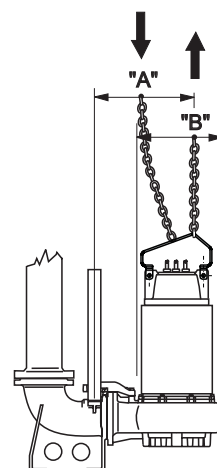

Fig. 2
- Volendo estrarre l'elettropompa dalla propria sede occorre innanzitutto disconnettere i cavi elettrici dal quadro di comando ed operare il sollevamento come indicato a pag. 13 (Fig.2). Lavare con getto d'acqua pulita esternamente ed internamente l'elettropompa da ogni possibile residuo del liquido pompato avendo cura di usare occhiali antinfortunistici, guanti in gomma, mascherina e grembiule impermeabile.